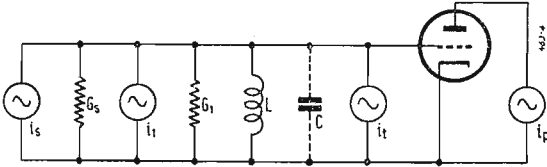
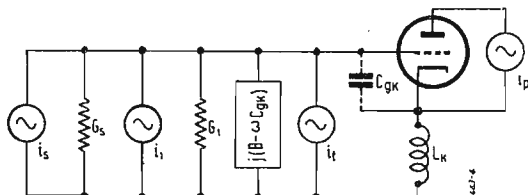

Fig. 3. - Schema di un triodo con catodo a massa. In figura sono indicati tutti i generatori di corrente di rumore.
Fig. 4. - Come in fig. 3. Si è tenuto conto dell'induttanza del reoforo catodico.
Allo scopo di rendere più comprensibili le dimostrazioni che seguono riteniamo utile riportare, in forma assai concisa, la dimostrazione della formula (2) relativa al fattore di rumore di un triodo con catodo a massa. Nella fig. 3 è
Ci proponiamo ora di dimostrare, come già detto altrove, che l'induttanza del reoforo catodico non altera il fattore di rumore di un triodo. In fig. 4 riportiamo uno schema in tutto analogo a quello di fig. 3, ma nel quale si tiene conto dell'induttanza del reoforo catodico. Detta L_k questa induttanza, V_i un generico segnale applicato fra griglia e massa e V_s quello che effettivamente si manifesta fra griglia e catodo, queste grandezze sono legate dalla relazione: